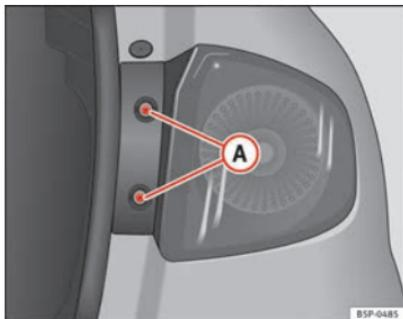

Abb. 196 Standlicht /
- Drehen Sie die Schrauben ⇒ Abb. 196 (A) heraus.